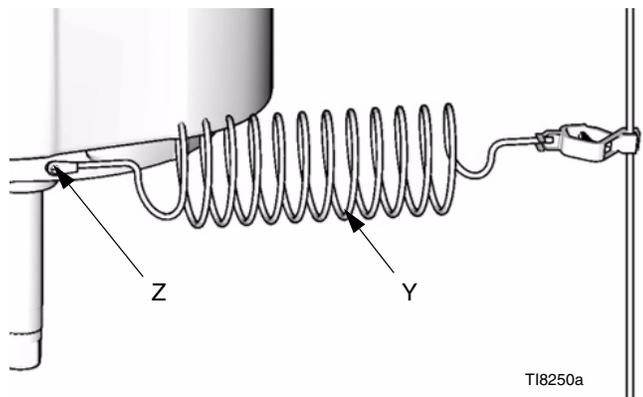

FIG. 1
**Bomba:** Utilice el tornillo de conexión a tierra (Z) y la arandela de seguridad del motor para fijar un cable 244524 de conexión a tierra (Y). Apriete el tornillo firmemente. Conecte el otro extremo del cable de conexión a tierra a una tierra verdadera. FIG. 1 Vea .